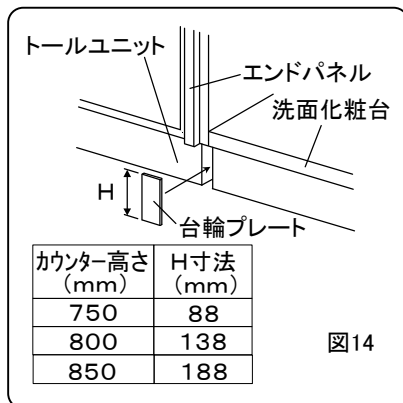

図14
- ④台輪部の隙間高さに合った台輪プレートを貼付けてください。(P.14 図14)